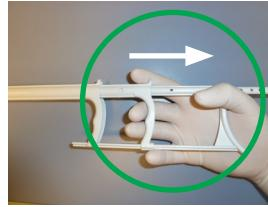

Figura 5
- e) Deixe o polegar dobrado numa posição fixa, conforme indicado na Figura 5.